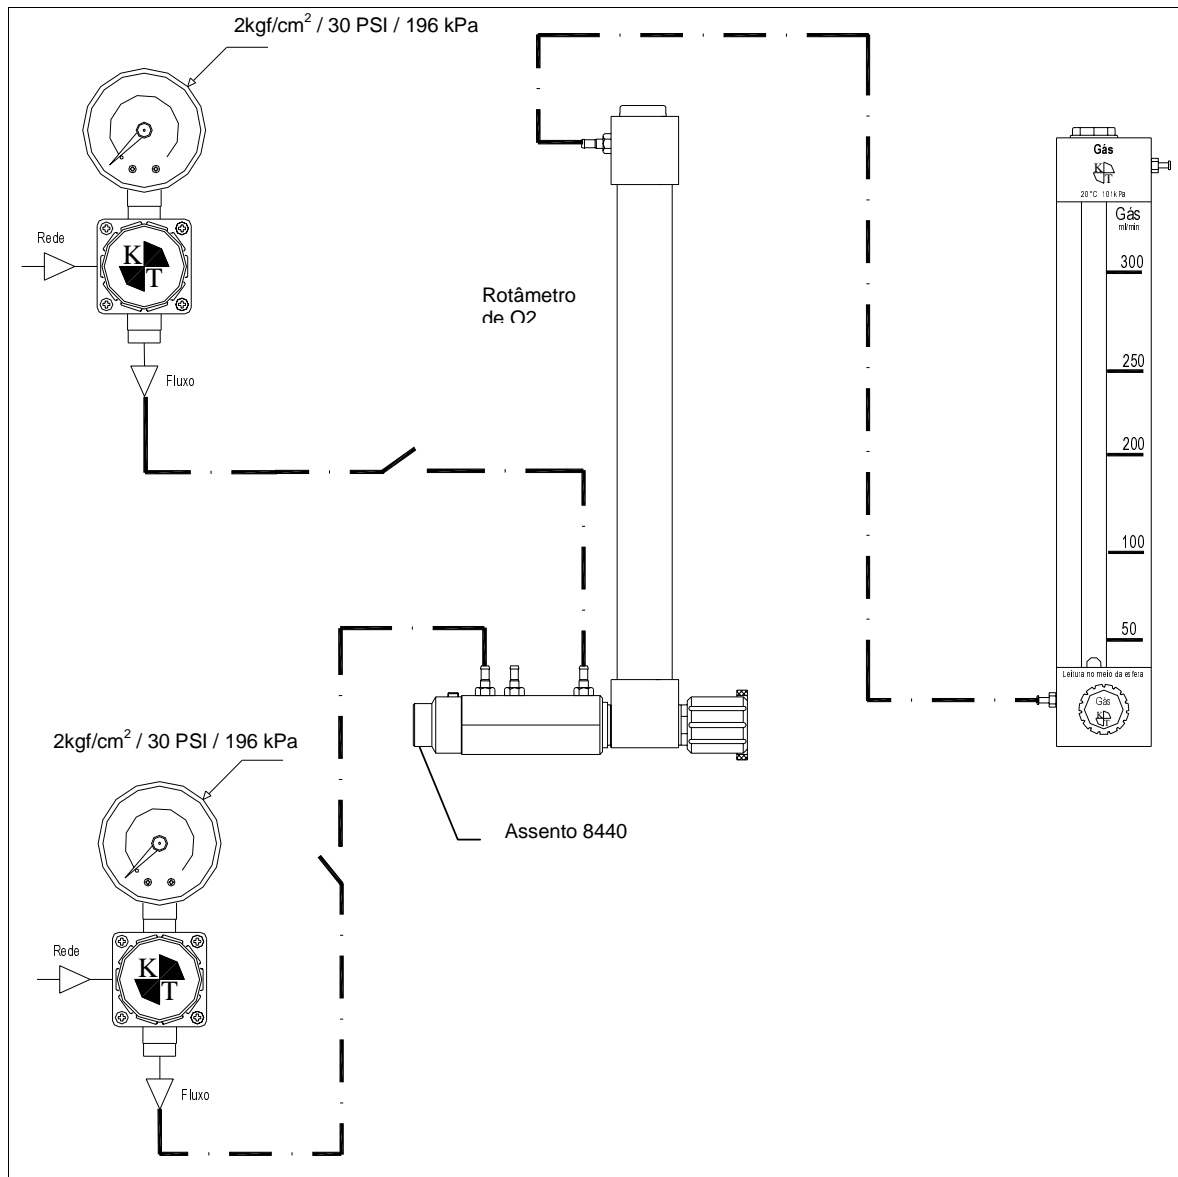

Figura 5.5: Esquema para ajuste do vazamento mínimo na agulha de O₂
1. Seguindo o esquema da Figura 5.5, alimentar as conexões do bloco de O₂ com ar comprimido regulador a 2kgf/cm² / 30 PSI / 196 kPa.